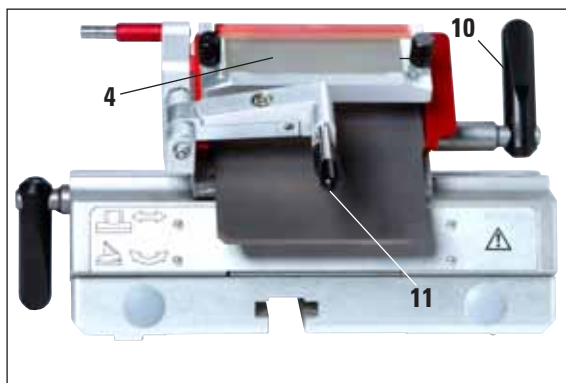

Fig. 4
4. Fixe a alavanca de fixação (10) girando-a no sentido horário (veja a Fig. 4).
5. Dobre o sistema de guia anti-roll (4) novamente para a direita (na direção da lâmina) usando a alavanca (11).